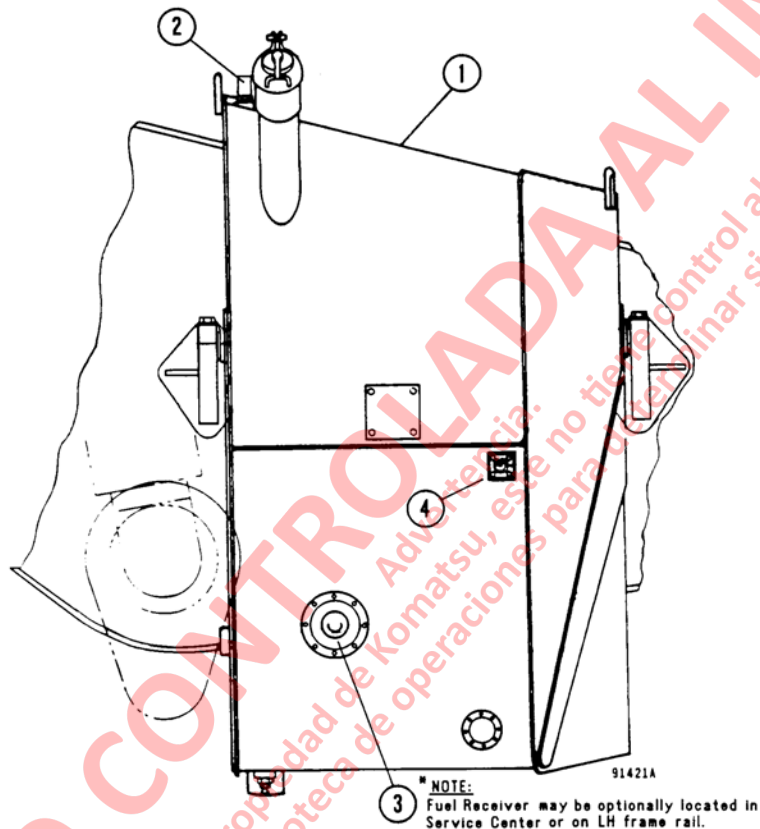
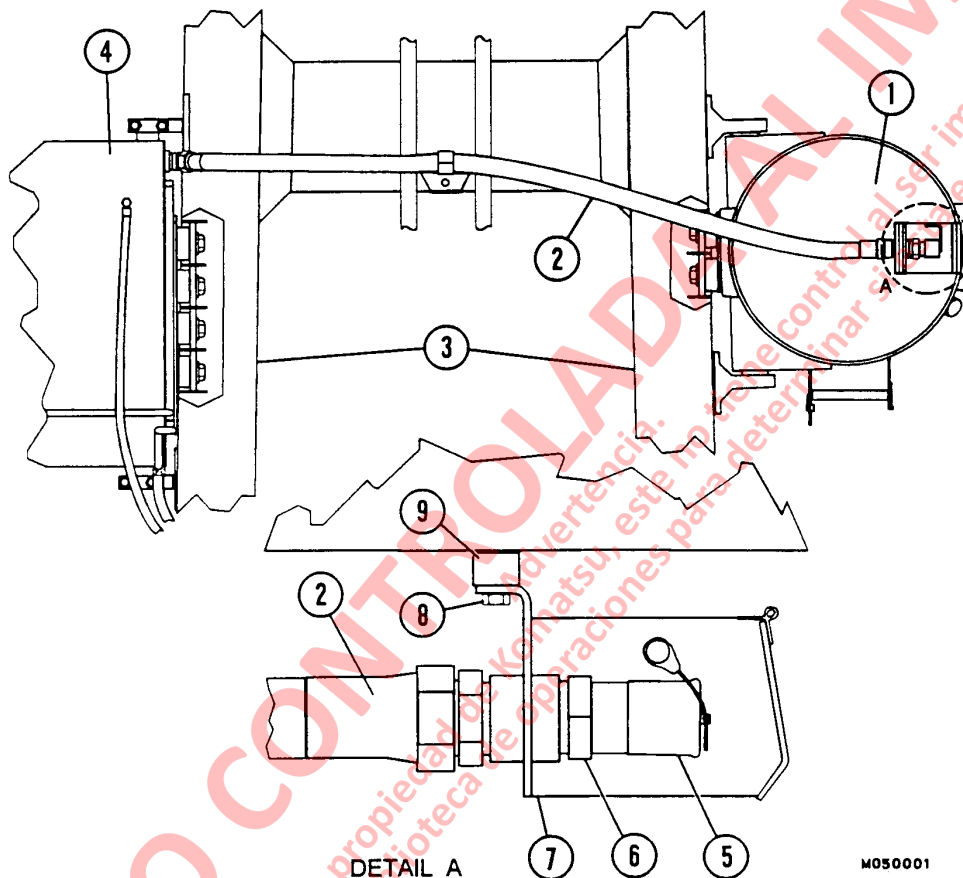

FIGURA 5-1. MONTAJE DEL RESPIADERO Y RECEPTOR DEL ESTANQUE DE COMBUSTIBLE
FIGURA 5-3. LLENADO DEL LADO IZQUIERDO
El receptor de combustible (3, Figura 5-1) normalmente va montado en el estanque de combustible (1). Puntos opcionales se encuentran en el riel del chasis del lado izquierdo (Figura 5-3) o en el Centro de Servicio en la parte delantera.
Destornille la válvula de respiradero (2, Figura 5-1) del estanque (1).